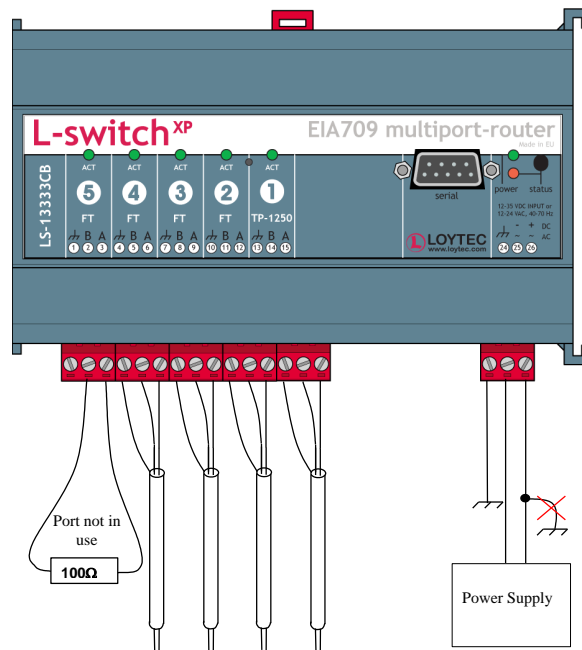

Abbildung 7: Anschluss einer L-Switch XP-Einheit (LS-13333CB)
**Wichtig:** *Der Eingang 26 (LS-xxxxx) bzw. 17 (LS-xx) darf nicht mit Erde verbunden werden (siehe Abbildung 7)!*
Abbildung 7 zeigt einen L-Switch XP mit einem unbenutzten Port 5.